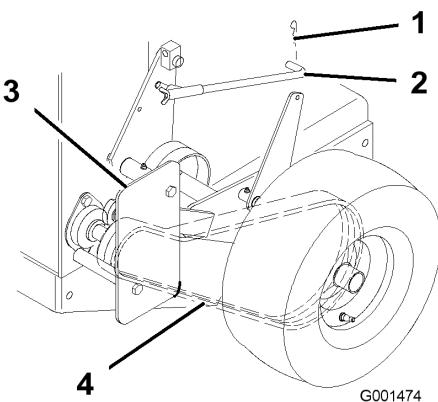

Figure 32
1. Enlevez la goupille fendue qui fixe la tige de frein au bras de frein pour détendre la poulie de tension de la courroie (Figure 32).
2. Enlevez les boulons inférieurs et desserrez les boulons supérieurs du déflecteur pour le faire pivoter et accéder à la courroie (Figure 32).
3. Soulevez la courroie et faites-la passer au-delà de la poulie de tension pour l'enlever de la poulie d' entraînement (Figure 32).
6. Fixez le déflecteur avec les boulons retirés précédemment, serrés au couple correct (Figure 32).
7. Fixez la tige de frein au bras de frein avec la goupille fendue (Figure 32).